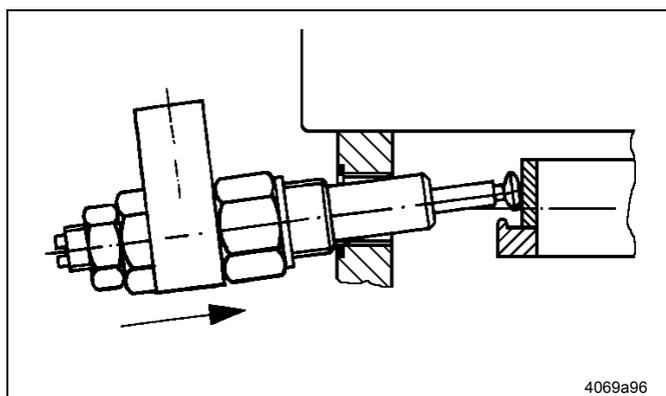

рис. 7 Ввод насосного элемента
- ⇒ При вводе насосный элемент должен быть направлен вверх (рис. 7) для того, чтобы не выпал поршень подачи; так как он не закреплен в цилиндре насоса.
- Как во время монтажа (рис. 7), так и во время демонтажа насосный элемент должен быть направлен вверх. За счет этого можно произвести вывод поршня подачи из канавки эксцентрикового кольца. Вывести насосный элемент вместе с поршнем подачи из корпуса.